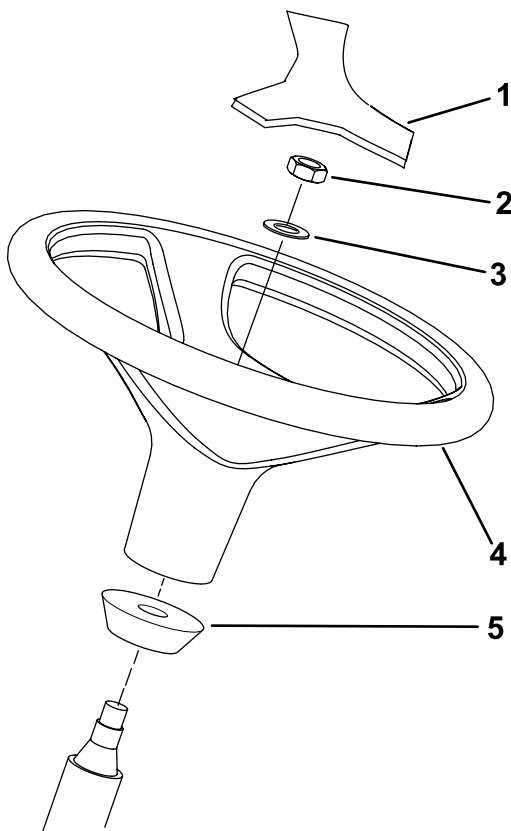

Figura 14
1. Îndepărtați volanul din suportul de transport (Figura 14).
Notă: Asigurați-vă că inelul din spumă rămâne pe arborele de direcție (Figura 14).
3. Glisați volanul și șaiba pe arborele de direcție (Figura 14).
5. Montați capacul la volan (Figura 14).